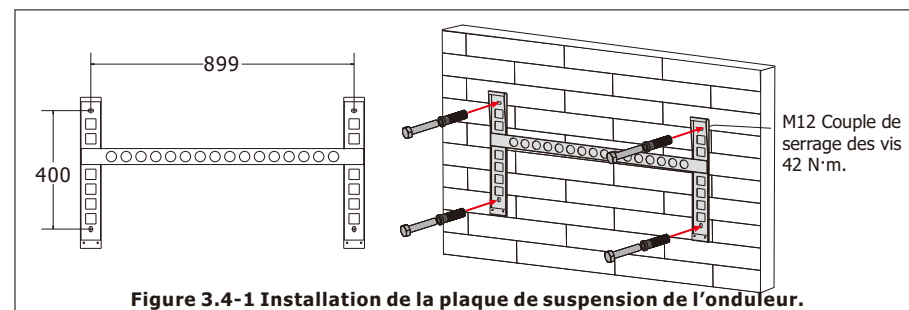

Figure 3.4-1 Installation de la plaque de suspension de l'onduleur.
Étape 1 : Veuillez utiliser le support de montage comme gabarit pour percer 4 trous aux emplacements appropriés avec une perceuse de 14 mm (diamètre 14 mm, profondeur 62-70 mm). Utilisez un marteau adapté pour insérer les boulons d'ancrage dans les trous. Dévissez ensuite les écrous des boulons d'ancrage, alignez les trous du support de montage avec les 4 boulons d'ancrage, insérez le support et serrez les écrous des boulons d'ancrage. L'installation du support de l'onduleur est illustrée à la Figure 3.4-1.